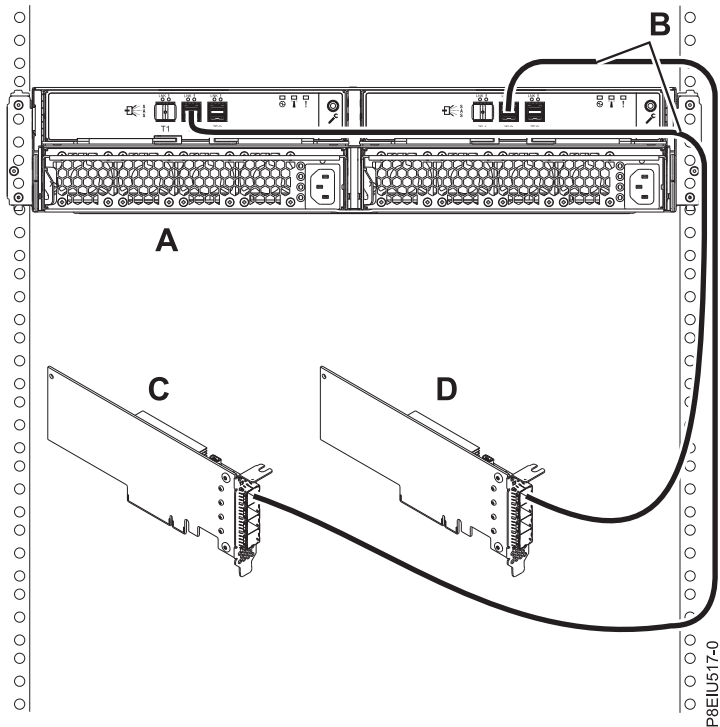

Abbildung 13. Modus 1-Anschluss einer Einheit vom Typ 5147-024 mit zwei AA12-Kabeln oder anderen direkten Kabeln an zwei Adapter
13. Schließen Sie eine Speichereinheit vom Typ 5147-024 im Modus 1 (**A**) mit zwei AA12-Kabeln oder anderen direkten Kabeln (**B**) an zwei Adapter (**C, D**) an (siehe Abb. 13 auf Seite 16) und fahren Sie anschließend mit „Kabel und Netzkabel anschließen und Abdeckungen installieren“ auf Seite 24 fort.